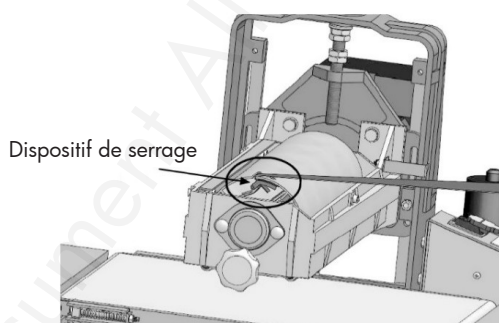

Fig. 22 : Dispositif de serrage gauche
6. Passez la main sous le dispositif de serrage gauche (figure 22), et appuyez sur le levier pour pouvoir retirer la bande abrasive de la machine.